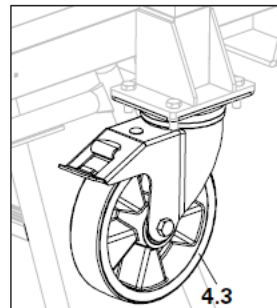
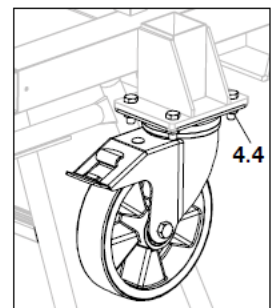

Fig. A1.02b
Fig. A1.02c
3. Fixar rodas giratórias (4.3) (art. no.: 111690) às buchas (4.2) e apertar com quatro buchas M10 nut (4.4) (art. nº: 710234). (Fig. A1.02b + Fig. A1.02c)